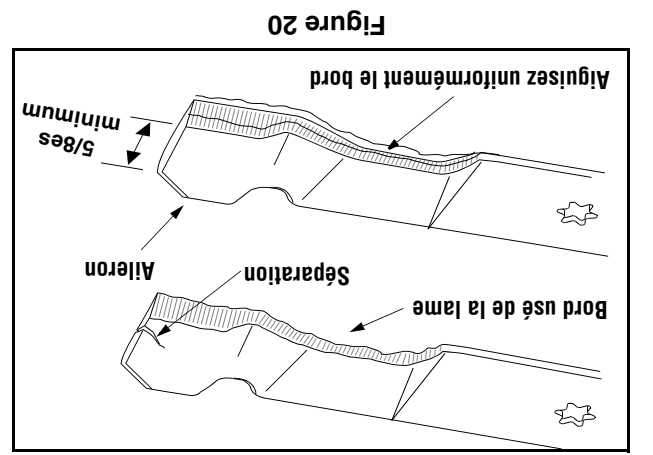

Figure 20
IMPORTANT: Si le bord tranchant a déjà été aiguisé et qu'il reste moins de 5/8es po à l'aileron, ou si une séparation des couches métalliques s'est produite, remplacez les lames. Voir la Figure 20.
- **IMPORTANT:** Si le bord tranchant a déjà été aiguisé et qu'il reste moins de 5/8es po à l'aileron, ou si une séparation des couches métalliques s'est produite, remplacez les lames. Voir la Figure 20.
- Pour aiguiser les lames, la même quantité de métal des deux extrémités des lames sur le côté tranchant. Voir la Figure 20. Aiguissez le bord tranchant sur toute sa longueur, parallèlement au bord arrière, soit à un angle de 25° à 30°.